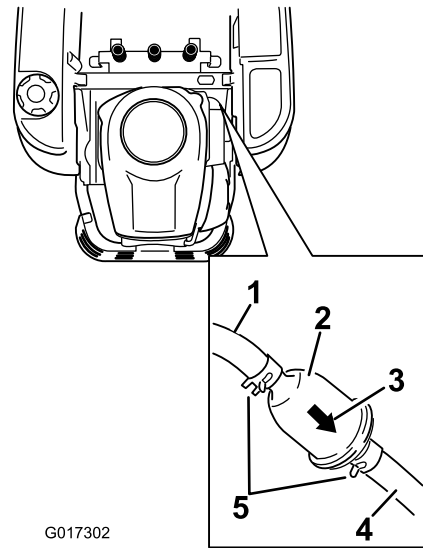

Figura 34
3. Localice el filtro de combustible en el lado izquierdo del motor, según se muestra en Figura 34.
4. Apriete los extremos de las abrazaderas y deslícelas por el tubo alejándolas del filtro (Figura 34).
6. Instale un filtro nuevo – la flecha que indica el sentido de flujo debe apuntar hacia el motor. Acerque las abrazaderas al filtro (Figura 34) para sujetar éste.